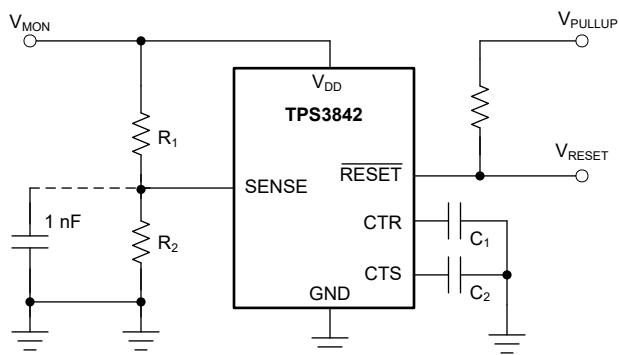

図 7-5. TPS3842A011DRLR を使用したユーザー定義のスレッショルド電圧の監視
図 7-5 に、外付け分圧抵抗を使用して、電圧スレッショルドを調整する方法の例を図示します。抵抗は、目標の電圧スレッショルドとデバイス部品番号に応じて計算できます。TI は、外付け抵抗デバイスを使用する場合は、700mV のスレッショルドオプションを使用することを推奨します。コバリアントは、外付け抵抗を使用する際の精度を向上させるため、内部抵抗ラダーをバイパスします。
たとえば、図 7-5 に示すように、TPS3842A011DRLR バリアントを使用しての低電圧 (UV) の有無を監視する 12V レベル V_{MON} を考えてみます。監視対象の UV スレッショルド (V_{MON-}) は、デバイスがリセットをアサートする目的の電圧です。この例では、 $V_{MON-} = 5.8V$ です。低電圧 RESET をアサートするには、SENSE ピンの電圧 V_{SENSE} が入力スレッショルドの負の電圧 V_{ITN} と同等である必要があります。この例では、 $V_{SENSE} = V_{ITN} = 0.7V$ です。 R_1 と R_2 を使用すると、 V_{MON-} と V_{SENSE} の関係を式 1 に示します。 $R_1 = 100k\Omega$ と仮定し、 $R_2 = 13.7k\Omega$ として計算できます。